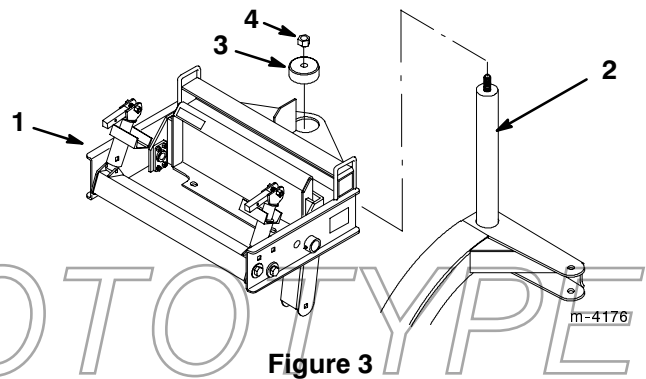

Figure 3
3. Lubrifier l’axe qui surmonte le châssis de pivot (Fig. 3) avec une graisse anti-corrosion à base de sulfonate de calcium.
4. Monter le châssis d’attelage sur l’axe qui surmonte le châssis de pivot (Fig. 3).
5. Fixer le châssis d’attelage à l’aide d’un capuchon de pivot et d’un écrou de 19 mm (3/4”) (Fig. 3).